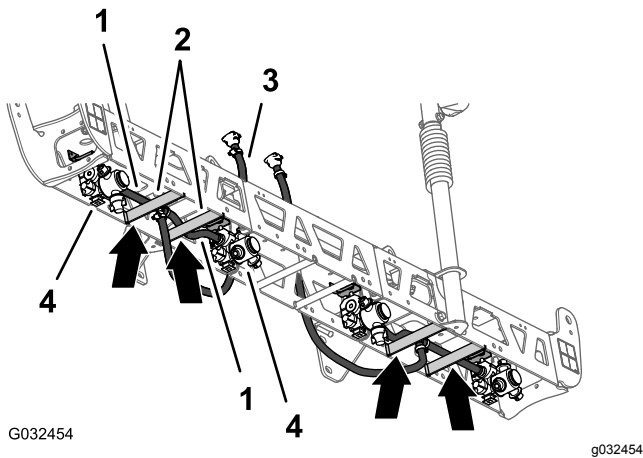
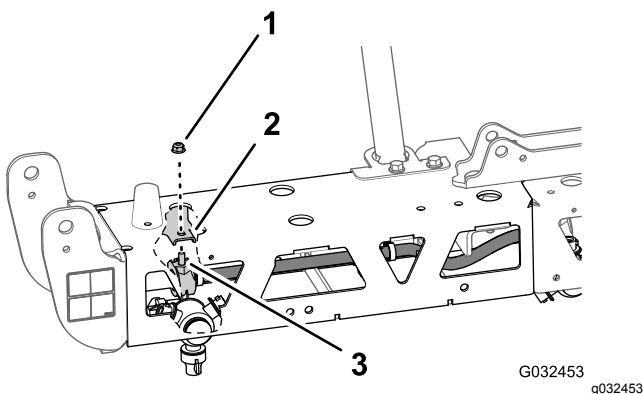

Figura 59
Figura 60
1. Passe o tubo 13 mm e o conjunto do bico entre os tirantes da armação da armação exterior (Figura 59).
2. Passe o tubo e o bico por cima do tirante da armação e para fora para a montagem do bico exterior (Figura 59).
3. Alinhe o parafuso de cabeça sextavada (5/16 pol. x 3/4 pol.) do bico do pulverizador através do orifício na montagem do bico e prenda sem apertar o bico na montagem com uma porca de bloqueio flangeada (5/16 pol.) do kit de acabamento de sistema de pulverização GeoLink (Figura 60).
4. Passe o outro tubo (13 mm) e o conjunto do bico entre os tirantes da armação da armação exterior (Figura 59).
5. Passe o tubo e o bico por cima do tirante da armação e para dentro para a montagem do bico interior (Figura 59).
6. Alinhe o parafuso de cabeça sextavada (5/16 pol. x 3/4 pol.) do bico do pulverizador através do orifício na montagem do bico (Figura 60) e prenda sem apertar o bico na montagem com uma porca de bloqueio flangeada (5/16 pol.) que retirou nos passos 1 e 4 de Remoção dos bicos do pulverizador (página 28).
8. Passe o tubo e a ligação roscada 13 x 810 mm para a lateral da secção de pulverização central com os suportes esquerdo e direito (Figura 59).
9. Repita os passos 1 a 8 para o outro tubo e conjunto do bico na outra armação exterior (Figura 59 e Figura 60).